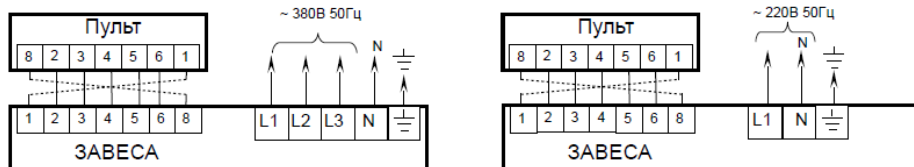

Рис. 3. Схемы подключения завес к электросети и пульту управления
4. Подключить сетевой кабель и кабель управления согласно маркировке на клеммных колодках (см. схему подключения завесы к электросети и пульту на рис. 3.) L1 желательно подключить к фазе с напряжением максимально близким к 220 В.